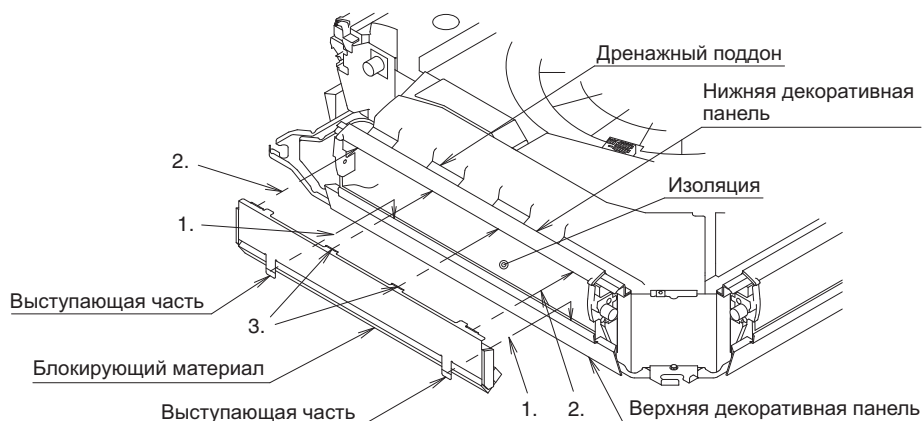
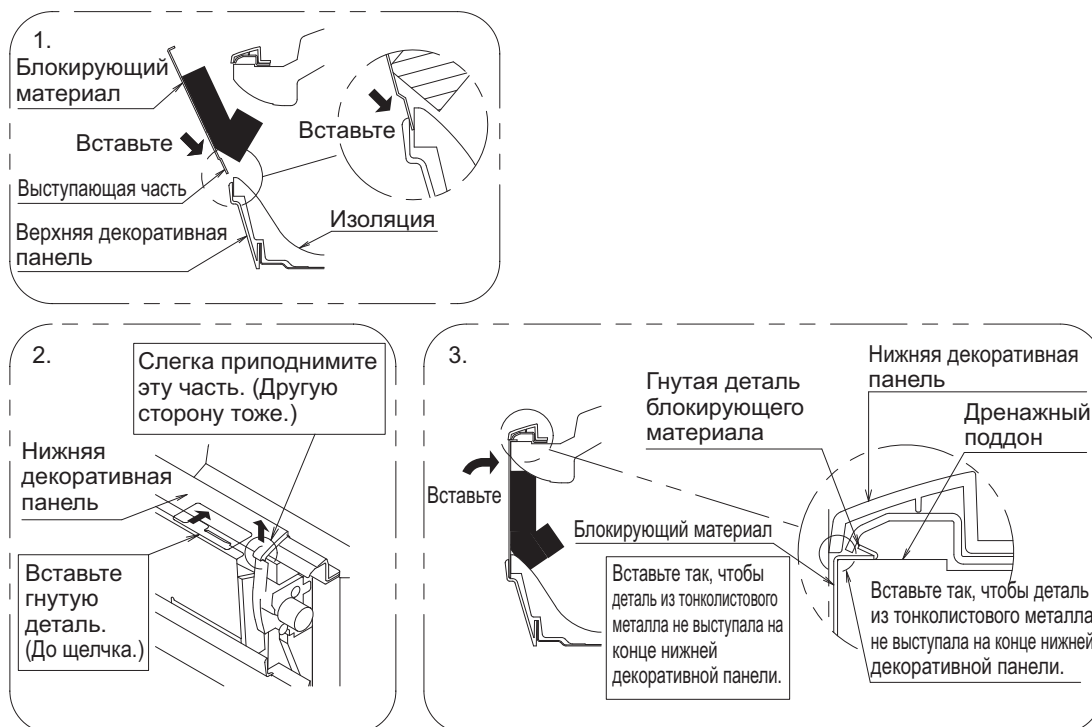

Рис. 12
Рис.13
(2) Прикрепите блокирующий материал к воздуховыпускному отверстию. (См. рис. 12 и рис. 13)